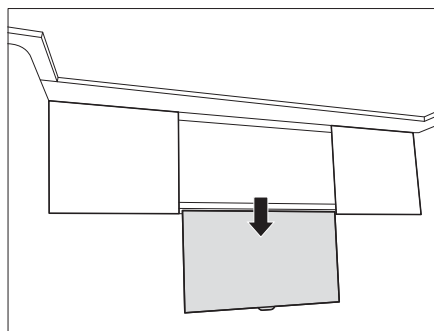

Bild 131 Flachbildschirm in unterer Stellung
- Flachbildschirm am Griff nach unten ziehen (Bild 131).